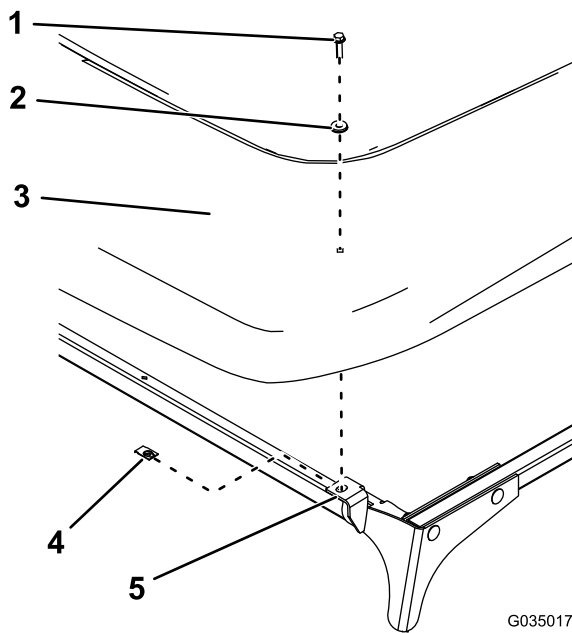

Figura 15
16. Installate il parasole sulle piastre anteriori utilizzando 2 graffette, 2 rondelle di tenuta e 2 dadi esagonali flangiati ($\frac{1}{4}$ " x 1"), come mostrato nella Figura 15.